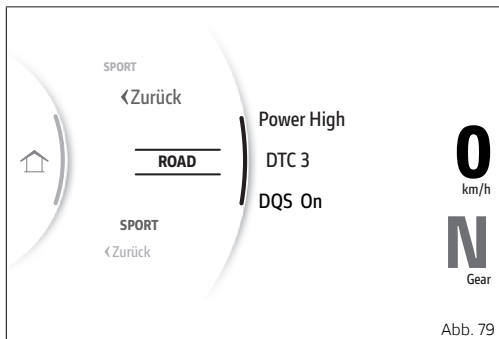

Abb. 79
- Die Taste MODE/ENTER (3) lange gedrückt halten.
- Die entsprechende Anzeigeseite (Abb. 79 S.101) wird eingeblendet, auf der die verfügbaren Fahrmodi über die Tasten (1) und (2) gescrollt und deren Parameter mit den entsprechend eingegebenen Werten angezeigt werden können.
- Zum Bestätigen auf die Taste MODE/ENTER (3) drücken.